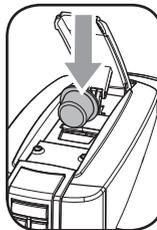

Рис.2
- 9- Вставить капсулу, как показано на рисунке (рис.2).